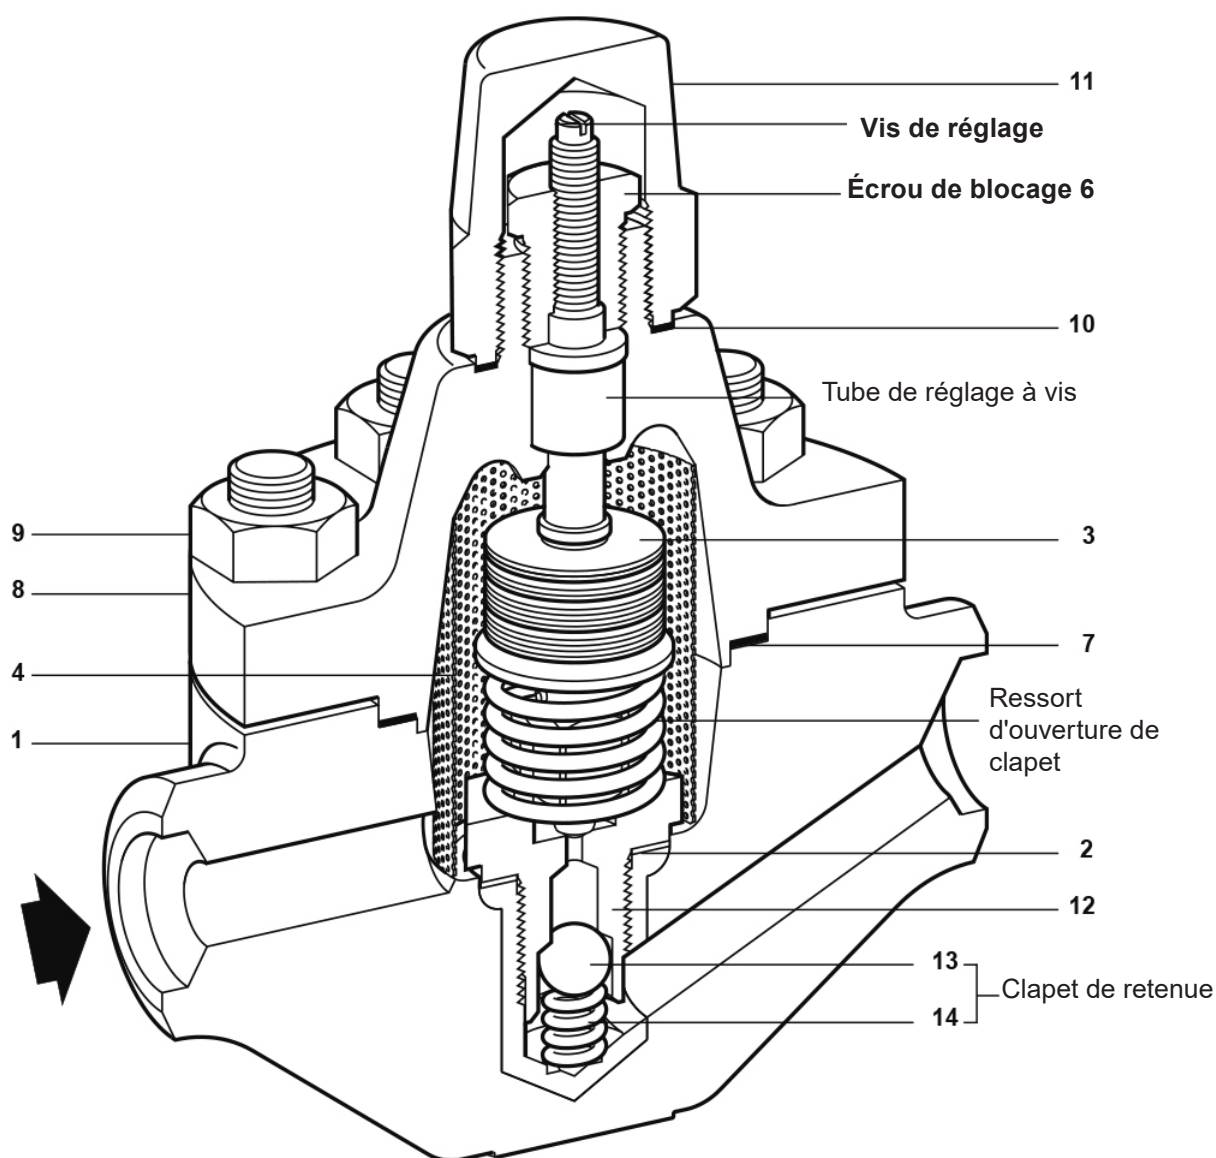

Fig. 5
6.5 Remontage du purgeur : Voir fig. 5